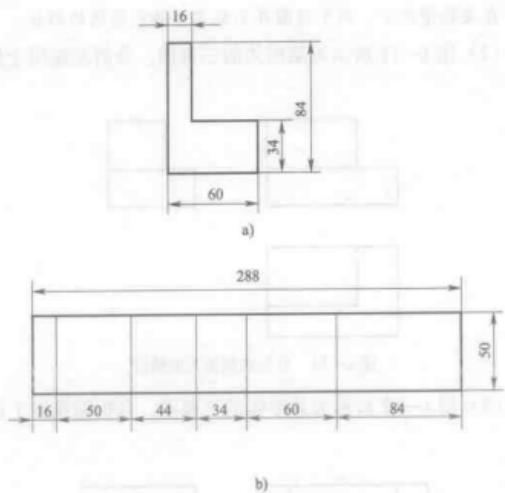

图 1—8 制作沙发模型
(1) 要明白正投影的投影线的两个特点：投影线互相平行，投影线和投影面垂直。
(2) 懂得正投影图的特点：能准确地反映物体某些结构的真实形状和大小。
(3) 为了能更好地学习视图的知识，一定要用硬纸板糊制一个如教材图 1—13b 所示的沙发模型，其展开图的形状和尺寸如图 1—8 所示。